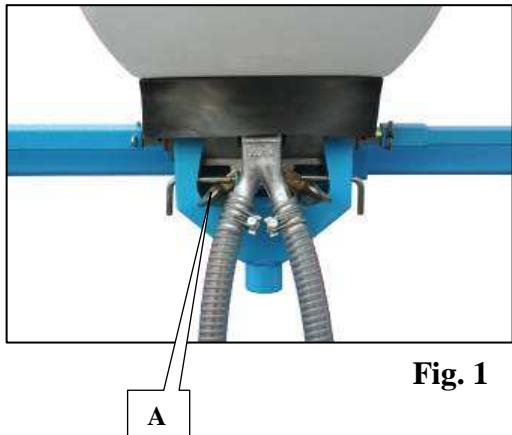

Fig. 1
La regolazione della dose/ettaro viene fatta con i pignoni dell'alimentazione elicida combinata (un pignone motore a 2 denti (A fig. 1 e 4), un pignone ricettore a 5 denti (B fig. 1, 3 e 4)).
- Vidanger les trémies à l'aide des trappes (A fig. 1).
Deux trappes par boîtier permettent la vidange de celles-ci (A fig. 2). Une goulotte de vidange existe et permet sans effort de vidanger les trémies Microsem (A fig. 1). Pour bien vidanger le ou les boîtiers, il est nécessaire de réaliser quelques rotations de roue. Utiliser la manivelle fournie pour effectuer le réglage du débit (rotation de l'axe moteur : roues motrices)